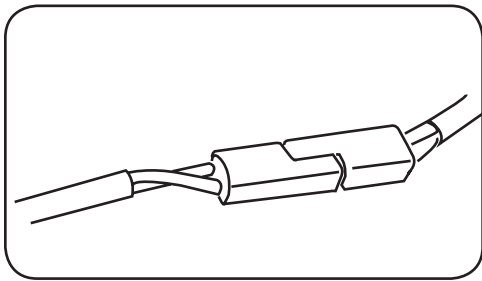

Figure 2-18
9. Connectez le faisceau du commutateur au fil du moteur. Consultez la Figure 2-18.